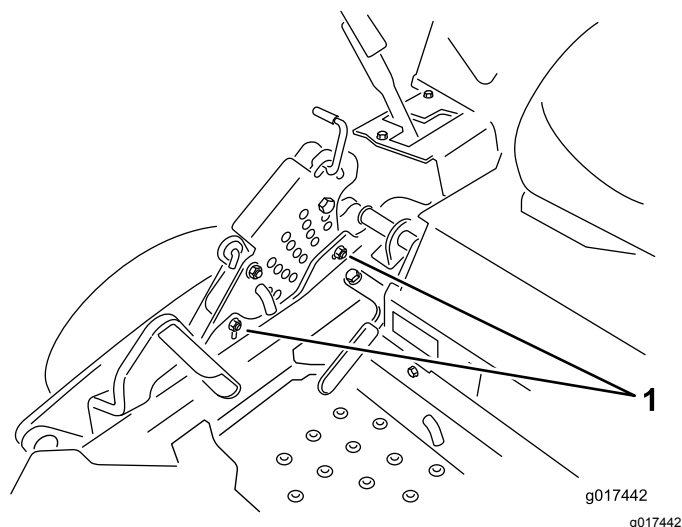

Figura 79
12. Per agire sull'impianto di regolazione da un punto unico, allentate i 2 bulloni alla base della piastra dell'altezza di taglio (Figura 79).
14. Serrate i 2 bulloni alla base della piastra dell'altezza di taglio (Figura 79).